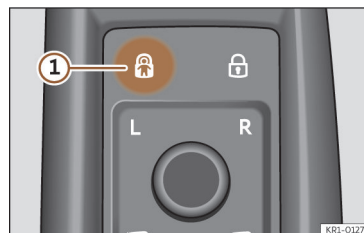

Fig. 76 Na porta do condutor: painel tátil para o sistema de segurança elétrico para crianças.
- **Ativação:** pressione o painel tátil >>> **Fig. 76**
- ①.
O indicador luminoso  do controlo tátil acende-se a amarelo quando o sistema de segurança elétrico para crianças está ativado >>> **Fig. 76** ①.